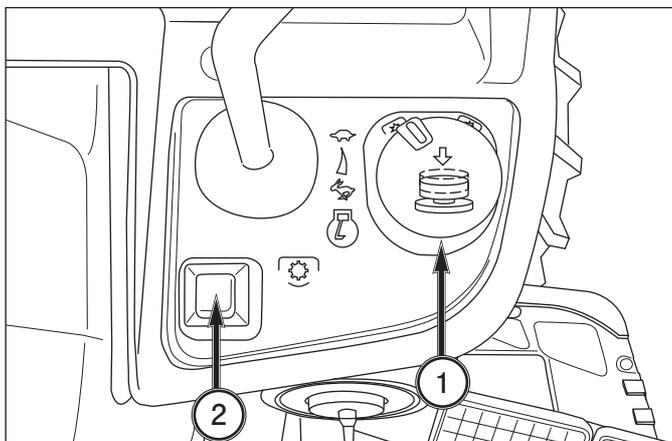

FIG. 4-11
**FIG. 4-11 & 4-12:** Un interrupteur de sécurité à cadran, 1, permet d'embrayer et de débrayer le système de prise de force. L'interrupteur doit d'abord être tourné vers la droite et puis sorti pour embrayer la prise de force. Quand la prise de force est engagée, le témoin PTO s'allume. Un interrupteur de prise de force, 2, permet de moduler l'embrayage de prise de force. Enfoncé : démarrage en douceur (bouton enfoncé allumé) – pour les charges à grande inertie Sorti: démarrage normal (bouton sorti, éteint)